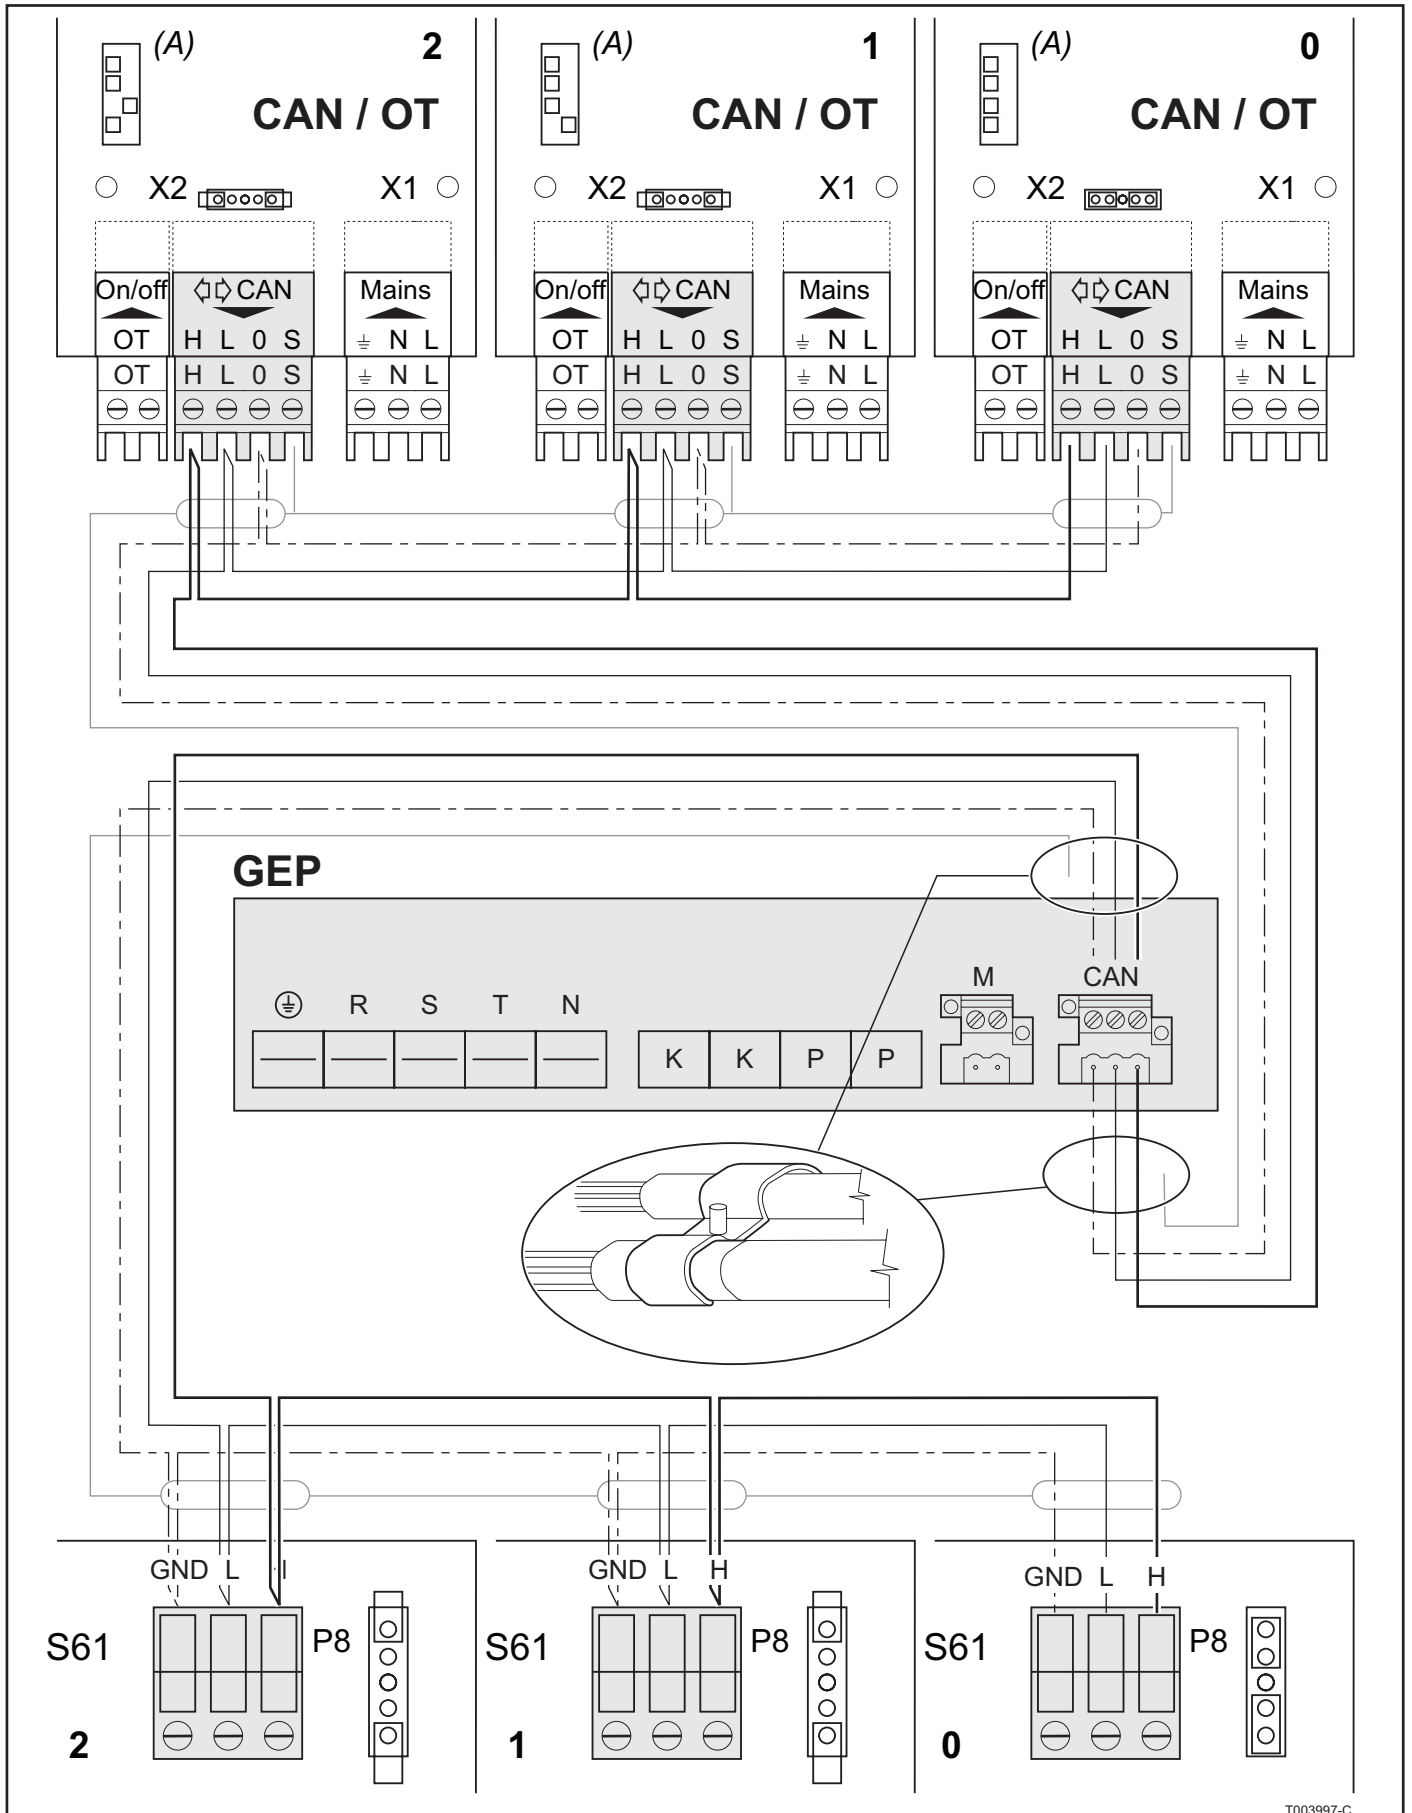

Fig. 31 Beispiel einer CAN-Bus-Konfiguration mit einem Gestell
7. Die CAN-OT-Schnittstelle fungiert als Endknoten. Schließen Sie das Kabel an Steckverbinder **X2** an, wie es für die Schnittstelle mit Adresse 0 in Fig. 31 gezeigt wird. Achten Sie auf die Kennzeichnungen auf dem Steckverbinder, die angeben, wo **GND** an **0** angeschlossen werden muss.
8. Die CAN-OT-Schnittstelle fungiert als Zwischenknoten. Bei den **HL0S**-Anschlüssen sind immer zwei Adern angeschlossen; eine Ader für das eingehende Signal und eine Ader in derselben Farbe für das ausgehende Signal (siehe die Schnittstellen mit den Adressen 1 und 2 in Fig. 31).